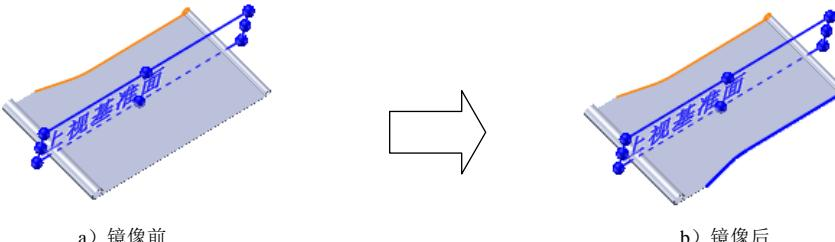

图 14.3.19 镜像 1
Step6. 创建图 14.3.19 所示的镜像 1。
(1) 选择命令。选择下拉菜单 **插入(I)** → **阵列/镜向(E)** → **镜向(M)...** 命令。
(2) 定义镜像基准面。选取上视基准面作为镜像基准面。
(3) 定义镜像对象。选择切除一拉伸 1 作为镜像 1 的对象。
(4) 单击 按钮，完成镜像 1 的创建。